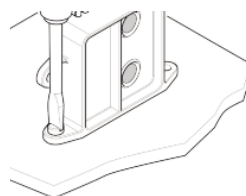

Fig 1 Utilisation de la base du déclencheur
1. Montez le déclencheur verticalement comme montré dans la Fig.1 (Fils positionnés le plus haut possible). Positionner le déclencheur aussi proche que possible de la pompe pour garantir le même niveau d'eau.
1. Utilisez la base ou les pattes de fixation du déclencheur (Fig. 1 et 2) comme modèle pour marquer la position des trous dans le panneau de montage.